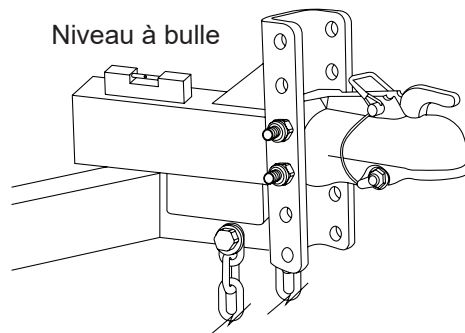

Fig. 9
2. Placez un niveau à bulle sur l'attelage derrière le canal d'attelage (Fig. 9).